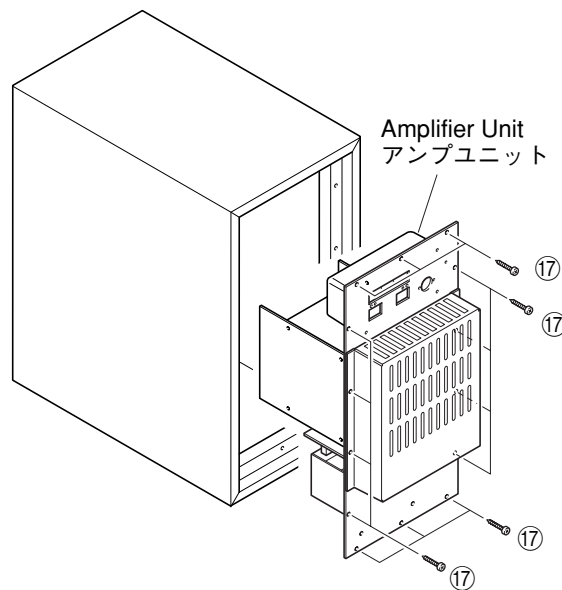

Fig. 8
Remove 14 screws (17) and then remove the Amplifier Unit. (Fig. 8)
17のネジ14本を外し、アンプユニットを取り外します。(Fig. 8)